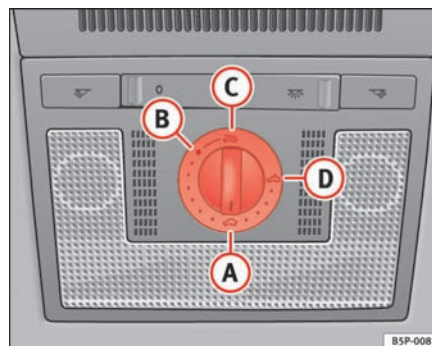

Fig. 70 Udsnit af loftet: drejekontakt til skyde-/vippetag
- Drej kontakten til position **A** ⇒ side 108, fig. 70 ⇒ .